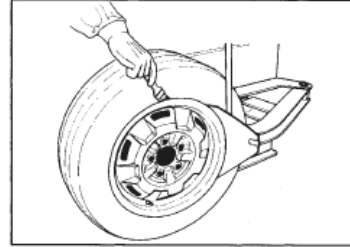

Рис. 21
- B.** Отожмите от диска наружный борт шины, начиная с противоположной вентилю стороны. Смажьте поверхности соприкосновения борта шины и диска специальной смазкой. Отожмите внутренний борт. Не удерживайте педаль в нажатом положении дольше, чем требуется, поскольку при сильной деформации шины возможно повреждение борта. Обильно смажьте диск и борт (рис. 21).